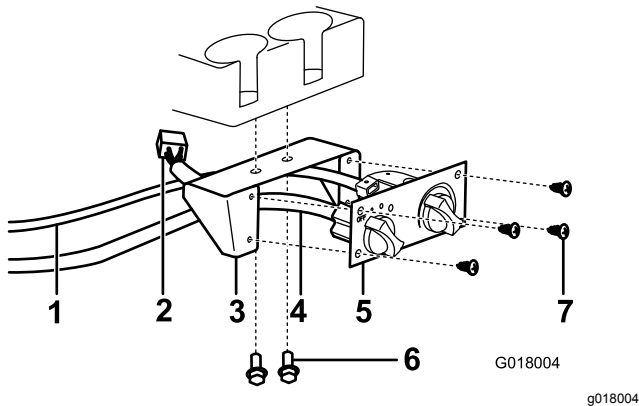

Bild 23
5. Befestigen Sie die Halterung für die Heizungssteuerung am Armaturen Brett unter den Getränkehaltern mit zwei Bundkopfschrauben und Muttern (Bild 23).
6. Verbinden Sie das Heizungssteuerkabel und den schwarzen Kabelbaumverbinder mit der Heizungssteuerung und den weißen Kabelbaumverbinder mit der Heizung (Bild 23).
7. Befestigen Sie das Heizungsbedienelement mit vier Blechschrauben an der Aufnahme für das Heizungsbedienelement (Bild 23).